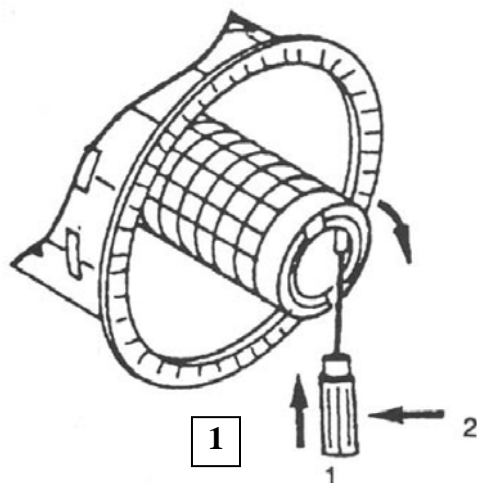

Fig. 11 Aprire il sigillo (modello B)
- perforare dall'interno verso l'esterno il sigillo (bava) dell'elemento secondario con un attrezzo idoneo (p.es. cacciavite) e tirare verso l'alto le due linguette (vedi Fig. 11).